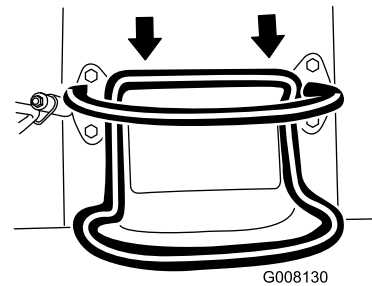

Figure 8
- Pour vous déplacer en marche arrière, tirez la commande de déplacement en arrière (Figure 8).